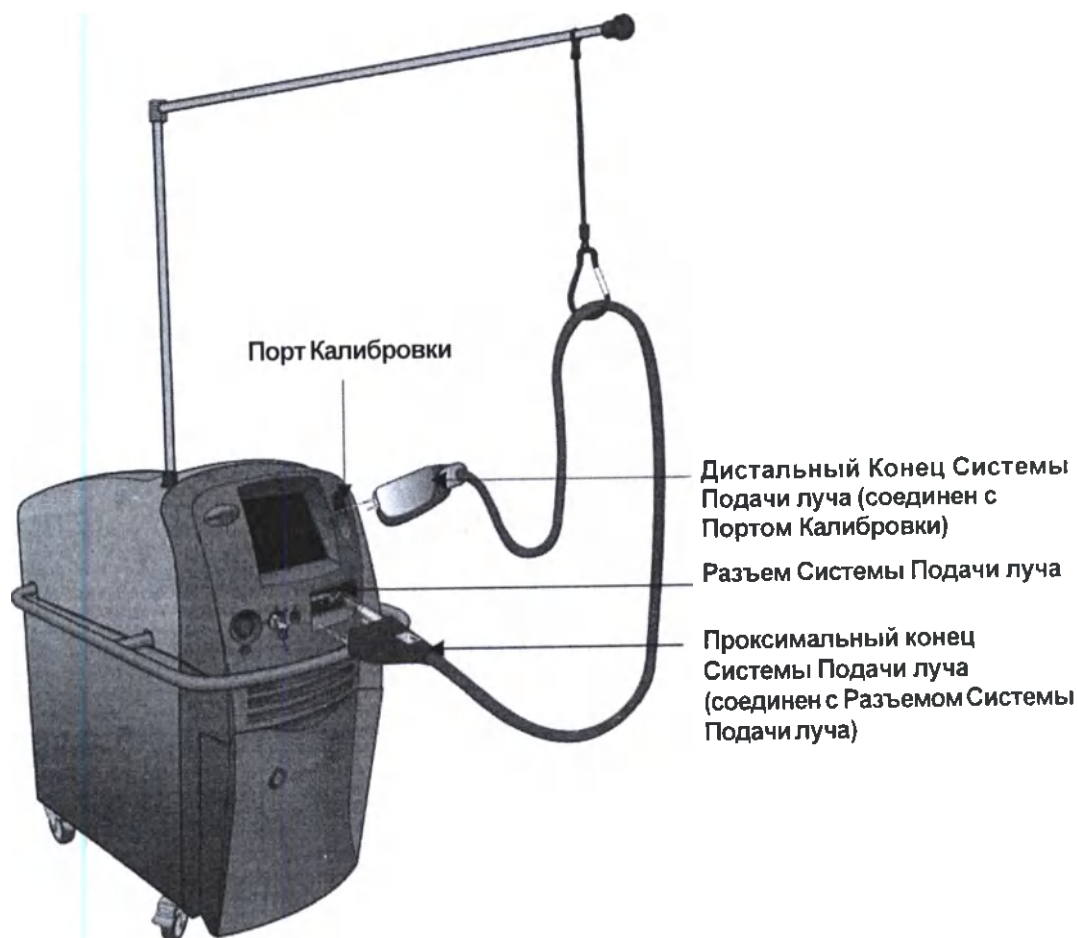

Рисунок 3-4: Подключите Кабель Системы Поддачи луча к Лазерной Системе
4. Вставьте проксимальный конец кабеля Системы Подачи луча в разъем Системы Подачи луча. Удостоверьтесь, что контакты соединены крепко и безопасно. Вставьте дистальный конец кабеля Системы Подачи луча (Комплект Излучателя с Картриджем с Линзами и Дистанционным Датчиком установлены) в Порт Калибровки (смотри **рисунок 3-4**).
20. Подключите Излучатель к Порту Калибровки (смотри **Рисунок 3-4**)
22. Следуйте инструкциям на экране. Сначала вам дадут указание поместить Излучатель в Калибровочный Порт (смотри Рисунок 3-4). Выполните этот шаг, если Излучатель еще не в Калибровочном Порте. Обратите внимание, что если установлена Рукоятка, экран потребует вас нажать кнопку для начала калибровки. Если выбрана Ножная Педаль, экран потребует от вас «Depress Footswitch». Нажмите и удерживайте Педаль.